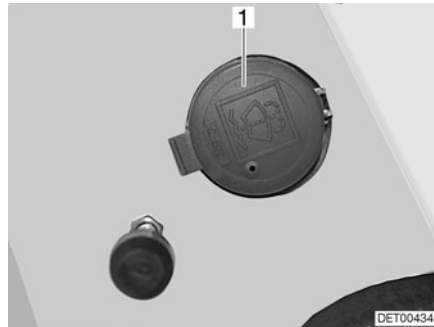

Fig. 27 Bec de remplissage réservoir pour liquide d'essuie-glace
- Enlever le couvercle (Fig. 27,1) du bec de remplissage du réservoir d'eau d'essuie-glace.